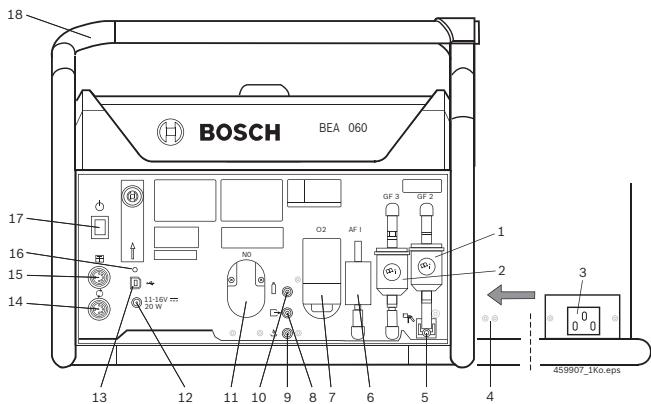

Fig. 1: BEA 060
! O BEA 060 também pode ser alimentado com tensão através da bateria do veículo com o cabo de ligação da tomada do acendedor de cigarros (acessório especial) (ver conexão na fig. 1, pos. 12).
1. Encaixar o cabo de ligação à rede no BEA 060 e fixar nos furos (fig. 1, pos. 4) com uma braçadeira de cabos para protetor do cabo de ligação à rede.
→ O LED (fig. 1, pos. 16) pisca alternadamente a laranja e verde.
- O LED (fig. 1, pos. 16) desliga-se, o BEA 060 está desligado.